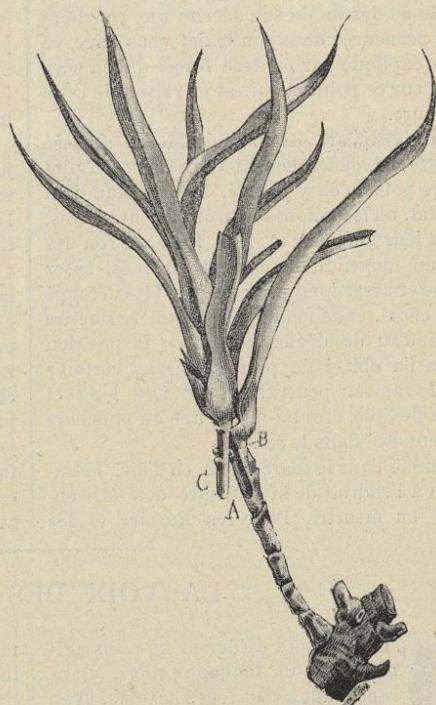

Fig. 109. — Marcotte d'œillet par incision à talon.
*Œillet*s, dont le bois est assez dur, on fait une incision à talon, qui consiste à entailler le rameau horizontalement jusqu'au milieu, c'est-à-dire jusqu'à la moelle, puis tournant brusquement, mais légèrement, le greffoir, on incise en remontant verticalement jusqu'à un centimètre environ, on glisse un petit fragment de bois ou un petit caillou pour maintenir l'écartement, puis on couvre de terre la partie ainsi préparée. C'est ainsi que, dans la fig. 109, A représente le rameau prêt à être planté, B, le petit caillou maintenant l'incision ouverte et C la partie herbacée devant produire le nouveau sujet.